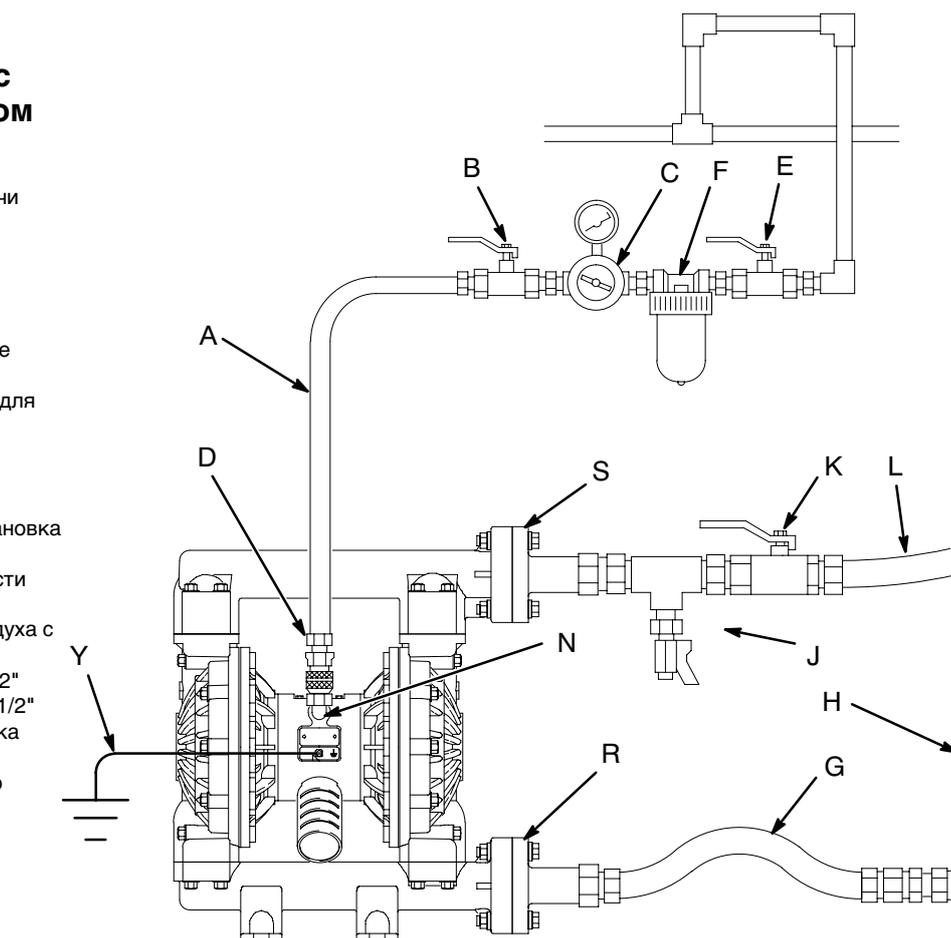

Рис. 2
- Представленную на рис. 2 типовую схему установки можно использовать только как руководство для выбора и установки компонентов системы. Для помощи в разработке системы в соответствии с вашими нуждами обратитесь к дистрибьютору компании Graco или в службу технической поддержки Graco (см. оборотную страницу).
Главный воздушный клапан стравливающего типа (B) необходим в системе для удаления воздуха, скопившегося между этим клапаном и насосом. Скопившийся воздух может привести к неожиданному срабатыванию насоса, что может нанести серьезную травму, включая попадание жидкости в глаза или на кожу, повреждение движущимися частями или загрязнение опасными жидкостями. См. рис. 2.
1. Установите принадлежности для пневмолинии, как показано на рис. 2. Установите эти принадлежности на стене или на кронштейне. Убедитесь в том, что пневмолиния, обеспечивающая подачу воздуха на принадлежности, проводит электрический ток.
- a. Установите регулятор расхода воздуха (C) и манометр для контроля давления жидкости. Выпускное давление жидкости должно совпадать со значением, установленным на регуляторе расхода воздуха.
- b. Для удаления скопившегося воздуха установите один главный воздушный клапан стравливающего типа (B) рядом с насосом. См. **ПРЕДУПРЕЖДЕНИЕ** слева. Установите другой главный воздушный клапан (E) за всеми принадлежностями пневмолинии и используйте его для изолирования принадлежностей во время очистки и ремонта.
- c. Фильтр пневмолинии (F) удаляет вредные загрязняющие вещества и влагу из подаваемого сжатого воздуха.
2. Установите токопроводящий гибкий воздушный шланг (A) между принадлежностями и впуском воздуха с резьбой 1/2 npt(f) в насосе. См. рис. 2. Используйте воздушный шланг с минимальным внутренним диаметром 13 мм (1/2").
3. Накрутите быстроразъемную муфту пневмолинии (D) на конец воздушного шланга (A). Убедитесь в том, что отверстие муфты достаточного размера и не будет ограничивать поток воздуха, что повлияет на производительность насоса. Плотно вкрутите сопрягаемый фитинг во впуск для воздуха в насосе. Не подсоединяйте муфту (D) к фитингу до тех пор, пока насос не будет готов к эксплуатации.
ОБОЗНАЧЕНИЯ ДЛЯ РИС. 2
Клапан (J) слива жидкости необходим в системе для снятия давления в шланге в случае его закупорки. Клапан слива снижает риск получения серьезной травмы, включая попадание жидкости в глаза или на кожу, а также загрязнение опасными жидкостями при снятии давления. Установите клапан рядом с выпуском жидкости в насосе. См. рис. 2.
1. Выпуск жидкости (S) в насосе представляет собой фланец 1-1/2" с выступающей поверхностью. См. раздел «**Фланцевые соединения**» на стр. 9.
2. Установите клапан слива жидкости (J) рядом с выпуском жидкости. См. **ПРЕДУПРЕЖДЕНИЕ** выше.
3. Установите запорный клапан (K) на выпускной линии для жидкости.